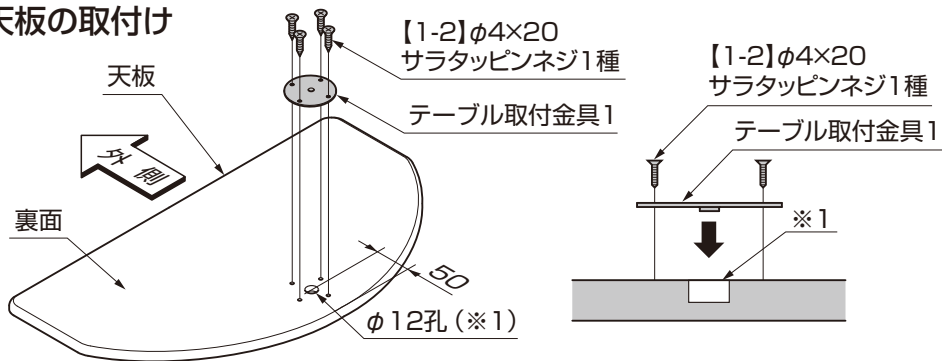

図2-18
⑤ テーブル取付金具1を天板の裏面に【1-2】で取付けてください。(図2-18参照)
- テーブル取付金具1のボルトナットを天板の孔(※1)に入るように取付けてください。(図2-18参照)